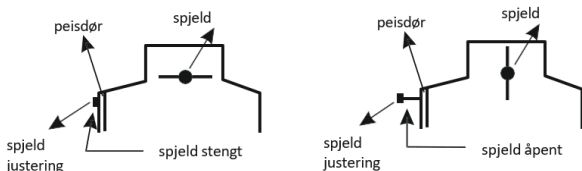

Fig. 5 Eksempel på spjeldjustering.
- håndtaket justerer spjeldet, ved å justere skorsteinstrekket, (se fig. 5)